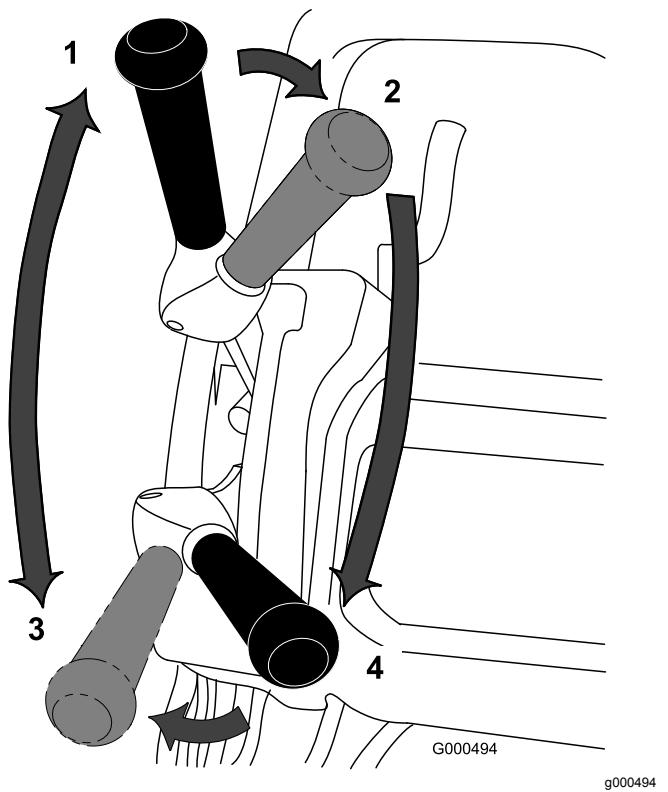

図 23
3. 走行レバーをニュートラルにし、リールレバーを切位置にする図 23。
4. 走行レバーを - 前進、リール駆動 - 入 位置図 23にして、スロットルで希望する走行速度に調整し、グリーンに入ったらカッティングユニットを降ろして刈り込みを開始する。
1. エンジンを始動、スロットルを下げ、ハンドルを押し下げてカッティングユニットを上げ、オペレータコントロールを握り、走行レバーとリール駆動レバーを前進走行にセットして、グリーンのカラー縁に入る図 23。
2. レバーをニュートラル位置にする図 23。